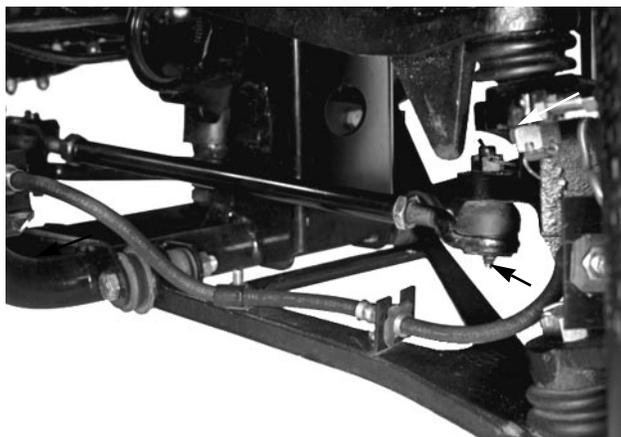
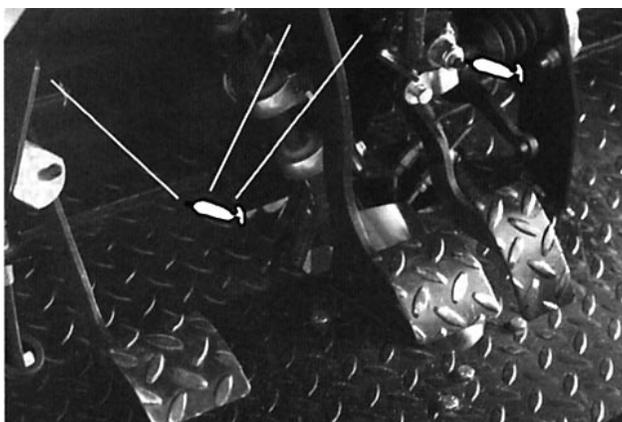
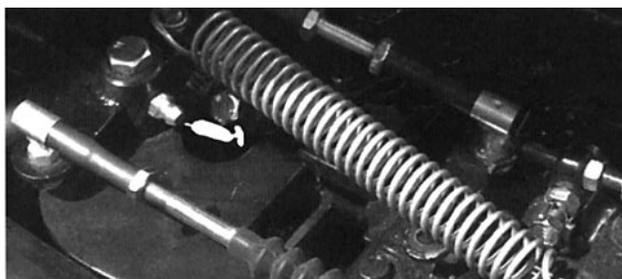

Fig. 16
Fig. 20
Fig. 22
La posizione degli ingrassatori ed i quantitativi sono: testa dei tiranti (4) (Fig. 16); giunti universali anteriori (4) (Fig. 16); albero motore posteriore (6) (Fig. 17); boccole dell'assale anteriore (2) (Fig.18); albero motore centrale (solo trazione a 4 ruote) (3) (Fig. 19); perni del pedale (4) (Fig. 20); albero dello sterzo (1) (Fig. 21) e braccio dell'acceleratore (1) (Fig. 22).